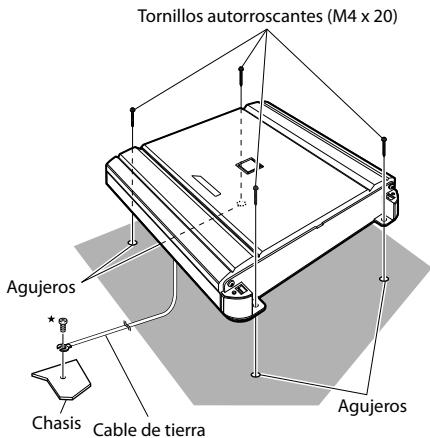

Fig. 1
4. Sitúe el MRV-V500 sobre dichos agujeros, y asegúrelo con cuatro tornillos autorroscantes. (Fig. 1)